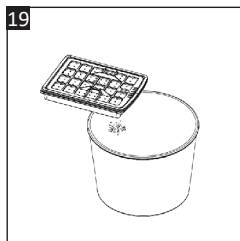

Fig. 19
5. Loviți ușor filtrul HEPA (22) deasupra unui coș de gunoi pentru a îndepărta excesul de praf (Fig. 19).